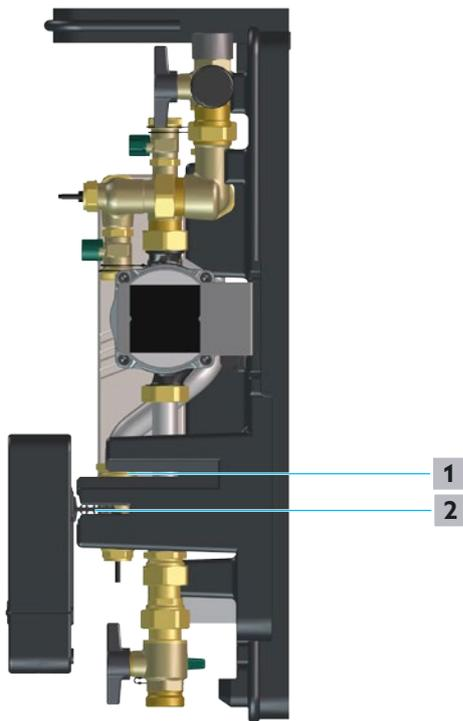

Fig. 21: Posición de instalación
- 2 Gire el controlador y fíjelo en la posición de instalación como se muestra en la Fig. 21 en la página 28.